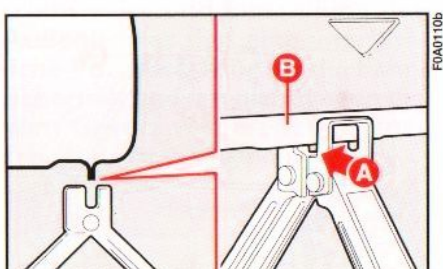

Abb. 9
11) Die Kurbel ansetzen und den Wagenheber hochkurbeln, bis dass die Rille **A**, **Abb. 9** des Wagenhebers gut